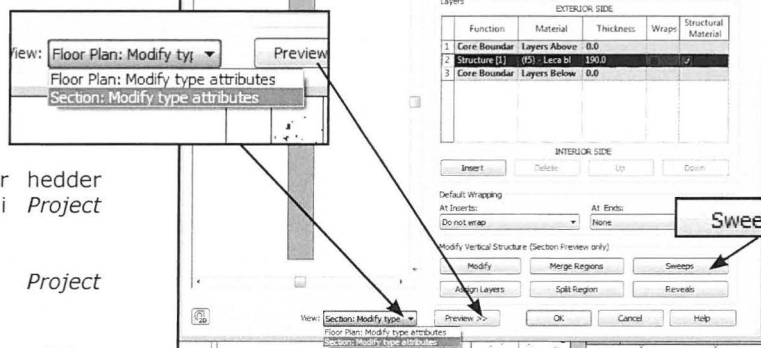

Fig. 14.32. Tryk Preview for at se et billede af væggen. Sørg for at View står på Section.
- Klik *Preview*, for at se hvordan væggen ser ud (Fig. 14.32).
- Sørg for at *View* står til *Section* (Fig. 14.32).
- Tryk på *Sweep* for at tilføje et profil (Fig. 14.32).
- Uder *Profile* vælges fugen (Fig. 14.32).
- Find de oprettede 3 vægge (Fig. 14.32).